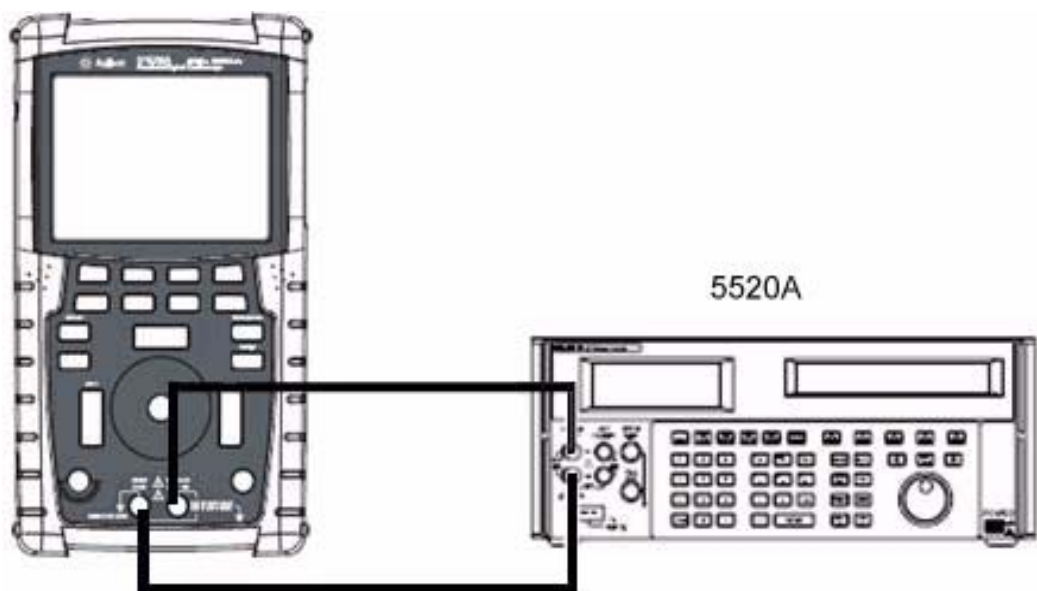

图 7-2 测试从校准器到仪器的连接
- 4 使用香蕉插头将校准器连接到仪器的输入和接地端子，如图 7-2 所示。